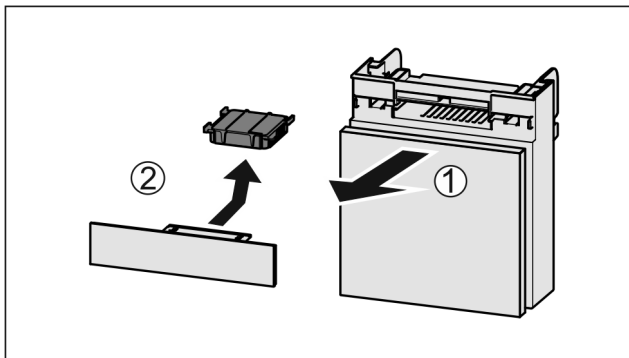

Fig. 82
- ▶ Extraire le compartiment par l'avant Fig. 82 (1).
- ▶ Sortir le filtre à charbon actif Fig. 82 (2).